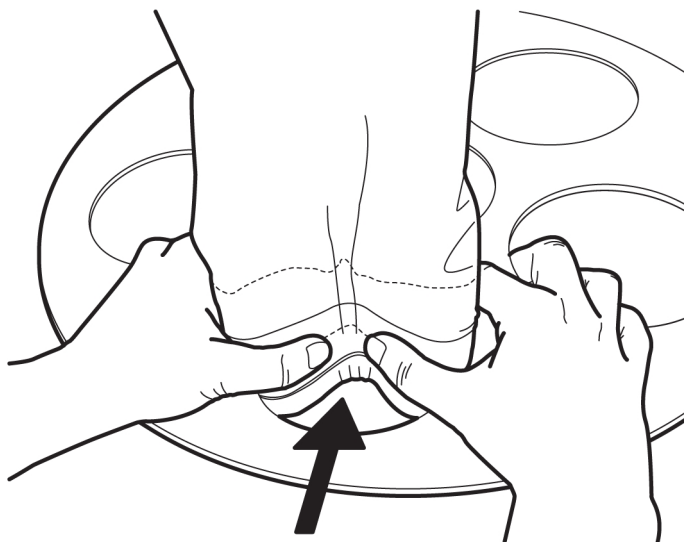

Figure 5-4. Dégager le filtre
2. Le filtre est retenu par une fixation rapide sur la tôle inférieure au fond de la cassette. Appuyez le bord extérieur du filtre vers son centre, voir *Figure 5-4, page 29*.
5. Assurez-vous que le filtre à manche s'enclenche dans la tôle inférieure et ferme bien, voir *Figure 5-4, page 29*.